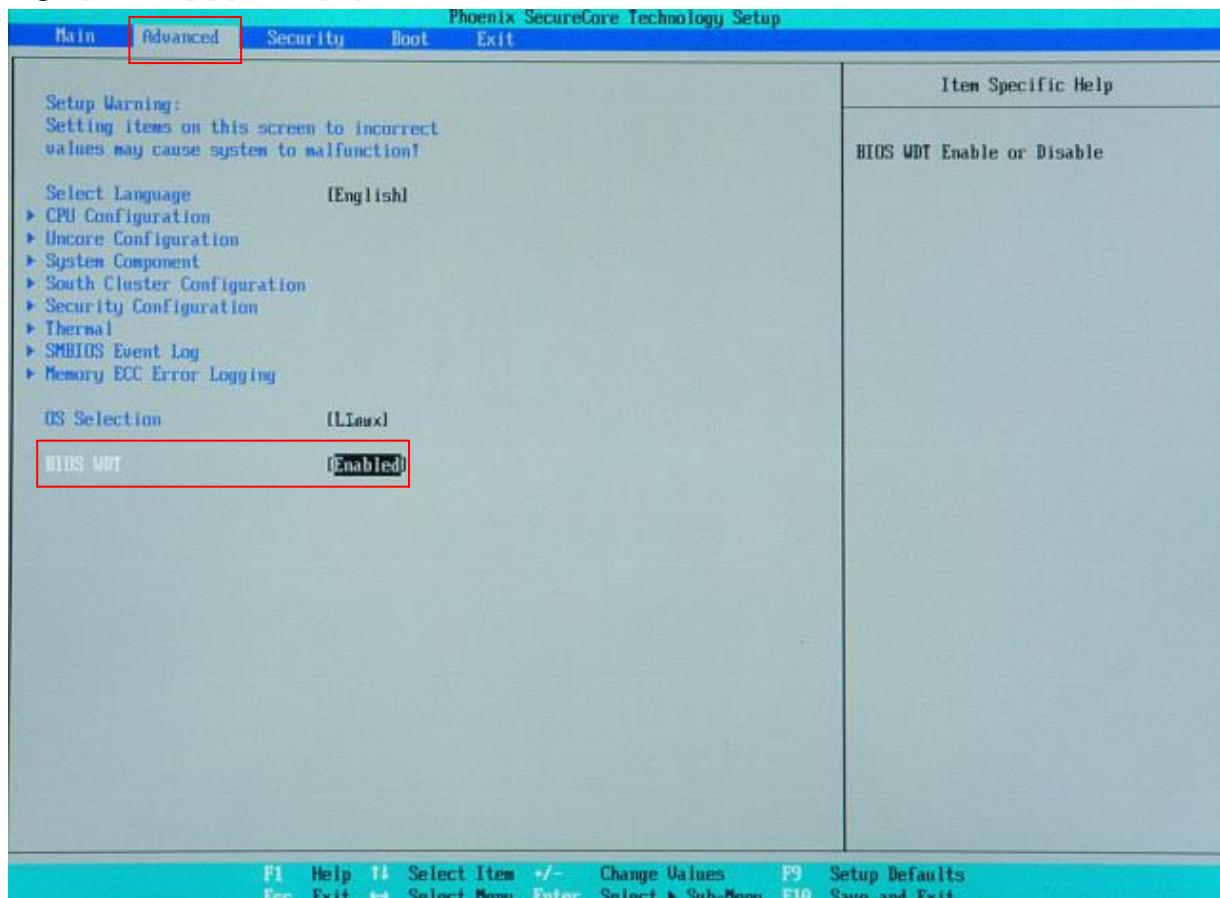

図 5-2-3-1. BIOS 設定 通常使用設定
- ① 電源を入れ、BIOS 起動画面が表示されたところで[F2]キーを押し、BIOS 設定画面を表示させます。
- ② BIOS 設定画面が表示されたら、[Advanced]メニューを選択します。(図 5-2-3-1)
- ③ [BIOS WDT]を[Enabled]に設定します。